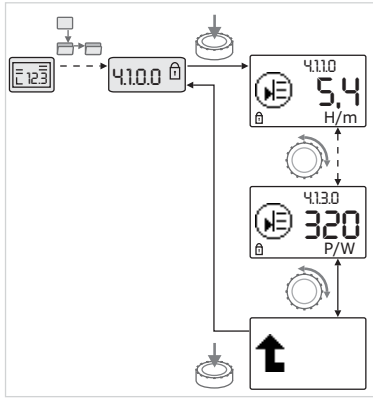

Fig. 40: Richiamo di informazioni
- Ruotando il pulsante bianco selezionare gli elementi di menu del tipo “Informazioni” dell'attuale sottomenu (vedi fig. 40). Per la spiegazione delle impostazioni rappresentate da simboli vedi la tabella nel capitolo 8.7 “Riferimento elementi di menu” a pagina 161”.